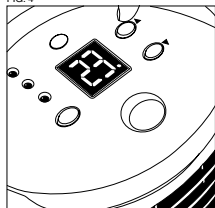

FIG. 5
- Sitúe el interruptor (7) en posición de encendido. Asegúrese que **NO** hay ninguna potencia seleccionada (los pilotos luminosos 2 y 3 deben estar apagados)(Fig.5), para ello utilice el botón (5).